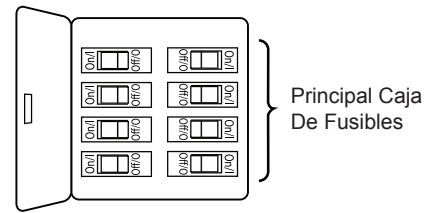

Figura 1
Uso de perfil bajo (Figura 1)
1. Extraiga la pieza de la bola colgante de la unidad de la bola colgante / varilla aflojando el tornillo de presión de la bola colgante hasta que la bola se libere de la varilla. Retire el pasador del barral y luego extraiga la semiesfera. Conserve el pasador y la semiesfera para su reinstalación en el paso 6. (Figura 1)
Para evitar una posible descarga eléctrica, asegúrese de cortar la alimentación eléctrica de la caja de fusibles principal antes de colgar el ventilador. (Figura 1)
1. Para configurar el código de unidad del receptor. Deslice los interruptores de código a las mismas posiciones que en el transmisor. (Figura 1)